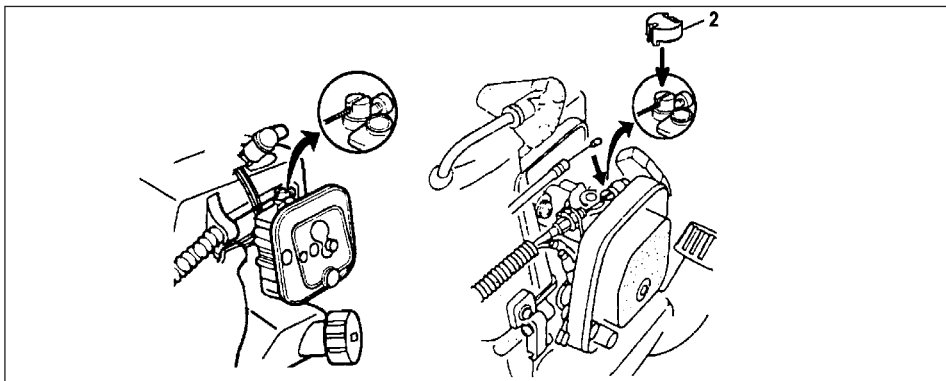

Fig. 1-6
Forbind gass-ståltråden til forgasseren og monter hengselokket (2) (hvis utrustet slik) på hengselet der det er inkludert i verktøykassen. (Fig. 1-6)